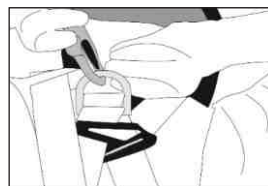

Fig. 7
- 2) Accrocher le connecteur situé à l'extrémité du câble de l'antichute sur un point d'accrochage antichute (dorsal ou sternal) du harnais (Fig. 7).